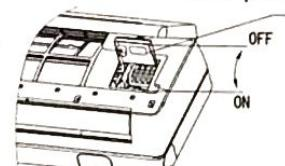

Рис. 12
- Ослабьте винт на соединительной крышки. (Рис. 12)